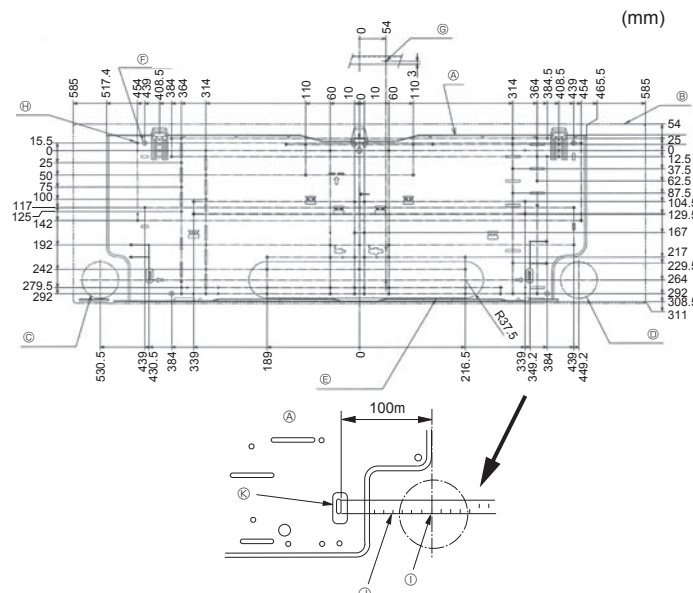

Fig. 3-2
①	Monteringsplade	1	Fastgør på enhedens bagside
②	Pladeskrue 4 × 25	7
③	Filtbånd	2
④	L-formet forbindelsesrør	1
⑤	Påfyldningsmøtrik	1
⑥	Trådløs fjernbetjening	1
⑦	Remocon-holder	1
⑧	Alkaline-batterier (størrelse AAA)	2
⑨	Pladeskrue 3.5 × 16	2
⑩	Afstandsstykke	1	Brug indpakningsmateriale
3.2. Installering af vægbeslaget (Fig. 3-2)